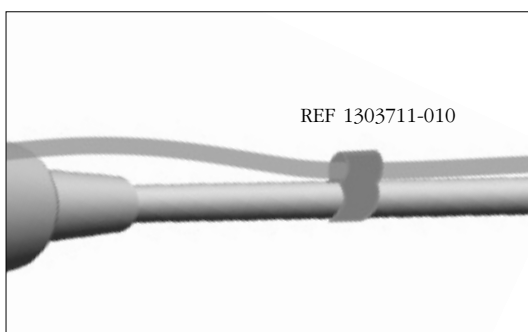

fig. 9
L. Spray-Schlauch mit Befestigungsklammer REF 1303711-010 am Motorkabel befestigen **Abb. 9**.